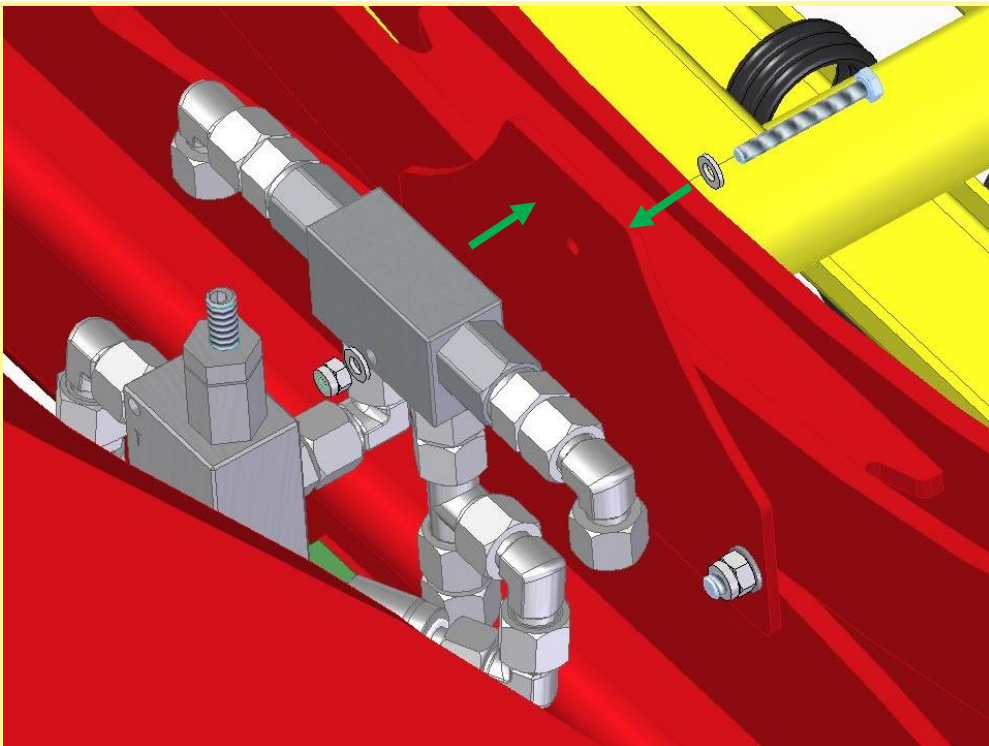

Abbildung 2: Montage der DBV-Sperrblock Einheit
- 2) Anschließend wird der DBV-Sperrblock-Aufbau mittels 2 Stück Beilagscheiben M6, 1 Stück Sicherungsmutter M6 und einer Sechskantschraube M6x50 auf die Grundplatte montiert (Abbildung 2).